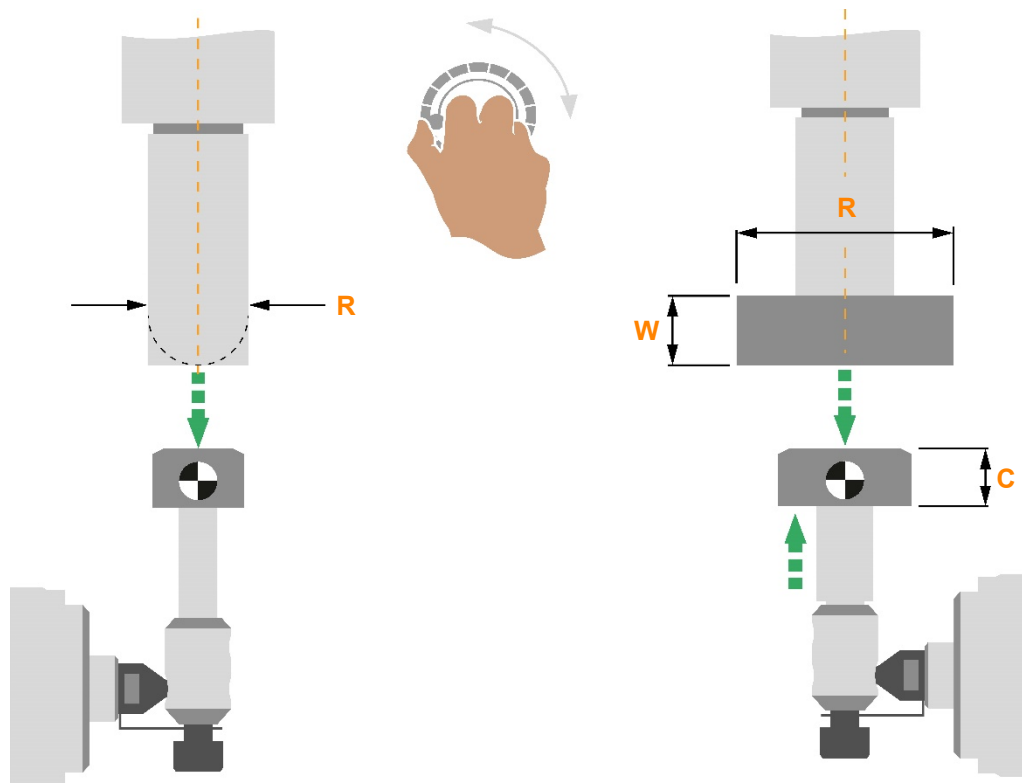

Рисунок 3.1 — Калибровка системы наладки инструмента
- Rr = Фактический диаметр эталонного инструмента для наладки (см. рисунок 3.1).
- Ww = Толщина Т-образного инструмента при калибровке нижней стороны щупа (см. рисунок 3.1).